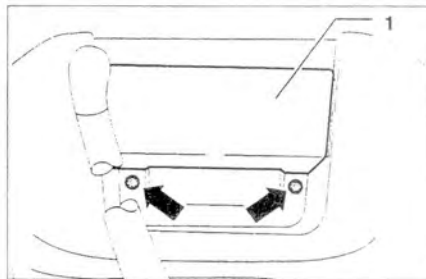

Рис. 10.45. Выкрутите винты (стрелки) под пепельницей **1**.
27. Выкрутите винты (стрелки) под пепельницей **1** (рис. 10.45).